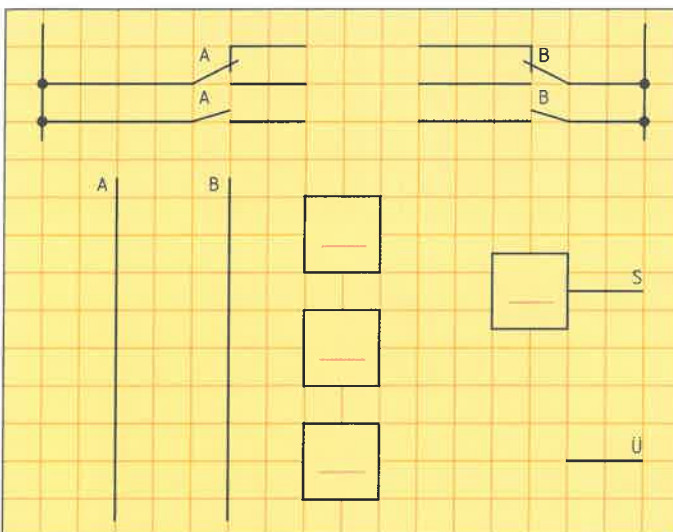

Bild 1: Addierer-Schaltung
4. Ergänzen Sie in **Bild 1** die Kontaktschaltung und die Schaltung mit den Binärelementen für einen Addierer zweier Dualzahlen a und b . Ermitteln Sie in **Tabelle 2** die Ausgangsfunktionen für die Summe S und den Übertrag \bar{U} .